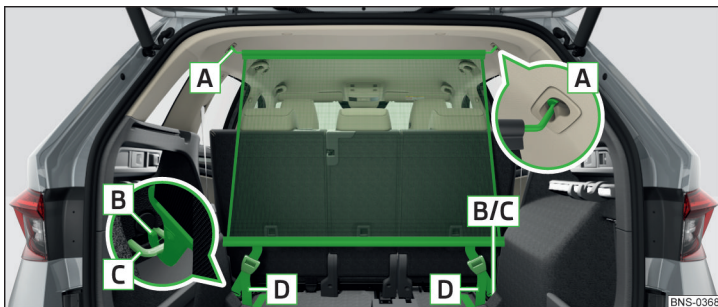

Abb. 149 Netztrennwand hinter den Rücksitzen
- › Zum **Einbau** die Querstange in die Aufnahme **A** erst auf der einen Seite einsetzen und nach vorn drücken. Auf gleiche Weise die Querstange auf der anderen Fahrzeugseite in die Aufnahme **A** einsetzen » Abb. 149.
- › Die Gurte an den freien Enden **D** straff ziehen » Abb. 149.